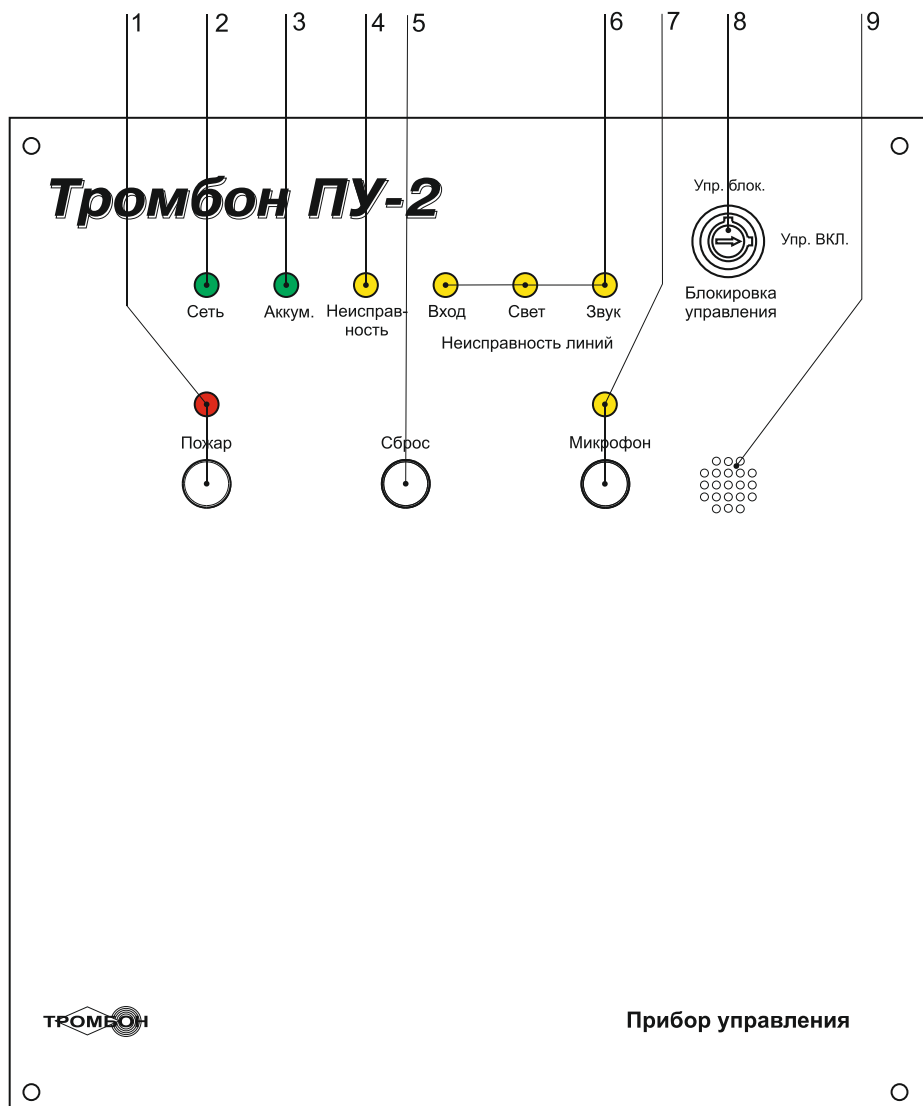

Рис. 1. Внешний вид прибора Тромбон ПУ-2.
Вход в режим «Звуковое вещание» выполняется нажатием кнопки «Микрофон» (рис. 1, поз. 7) на передней панели Прибора, при этом зажигается индикатор «Микрофон».
Если линия звукового оповещения неисправна (горит индикатор неисправность линии звук (рис. 1, поз. 6)), то режим звукового вещания не включается.
Выход из режима звукового вещания выполняется нажатием кнопки «Сброс» (рис. 1, поз. 5) или автоматически, при переходе Прибора в режим «Оповещения».
- 3). Нажатием на кнопку «Пожар» (рис. 1, поз. 1) оператором.
- 1). Зажигает индикатор «Пожар» на передней панели (рис. 1, поз. 1);
2). В случае необходимости дать дополнительные голосовые инструкции - нажать кнопку «Микрофон» (рис. 1, поз. 7, при этом загорается индикатор «Микрофон») и продиктовать сообщение через встроенный микрофон. При повторном нажатии кнопки «Микрофон» в режиме «Оповещения», Прибор возвращается к транслированию записанного сообщения.
Выход из режима «Оповещения» выполняется оператором, нажатием на кнопку «Сброс» (рис. 1., поз. 5).
- Сопротивление линии связи, отличное от указанных значений, воспринимаются Прибором как неисправность линии связи с ППКП. На передней панели Прибора загорается индикатор «Неисправность линии «Вход»» (Рис. 1, 2, поз. 6) .